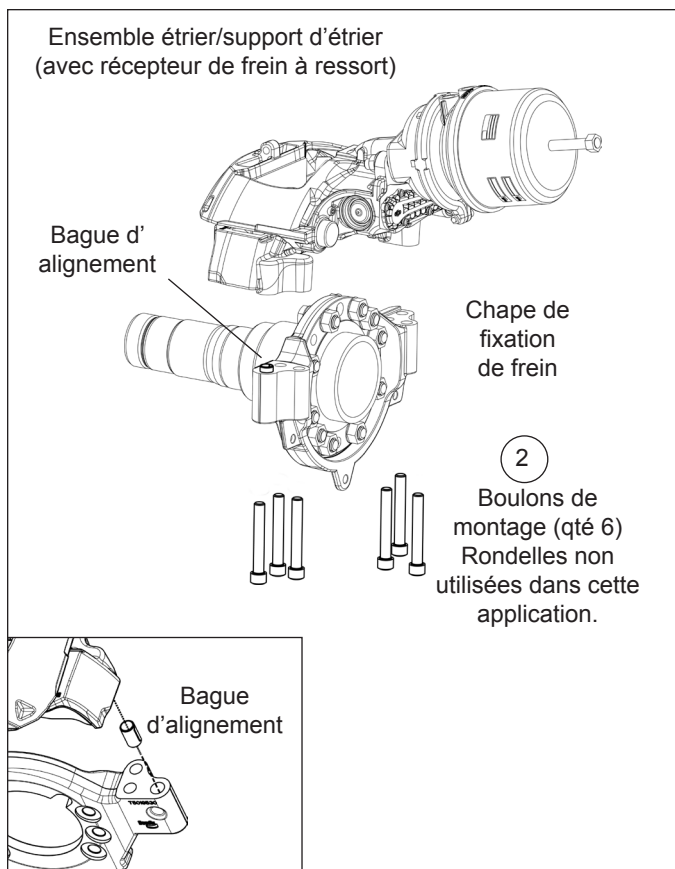

Figure 9 – Étrier/support d'étrier, montage vertical
1. (Cf. Figure 9.) Supporter le frein à disque pneumatique avec l'appareillage nécessaire; enlever les six boulons de montage (article 2), puis les jeter. Soulever l'étrier de la chape de fixation de frein. (Cf. Figure 9.)